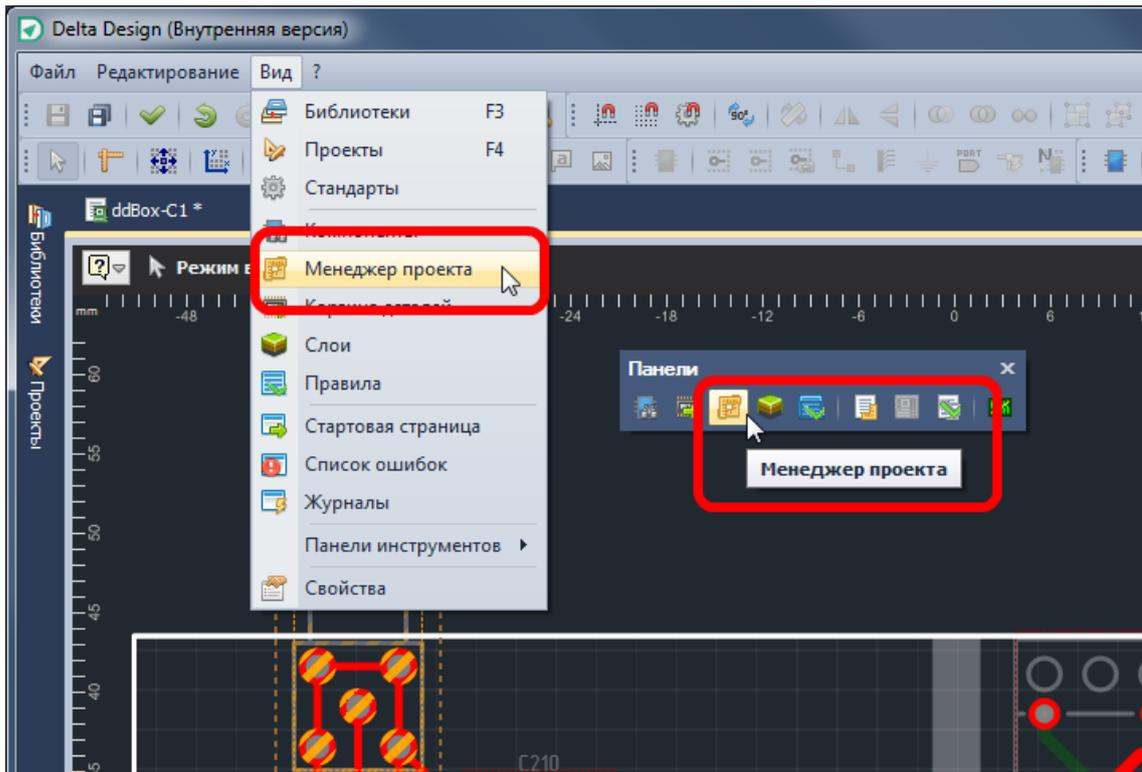

Рис. 98. Вызов панели «менеджер проекта»
1. Воспользоваться пунктом «Менеджер продукта» из группы «Вид» в главного меню, см. Рис. 98.
2. Воспользоваться панелью инструментов «Панели» и вызвать «Менеджер продукта» с помощью кнопки, обозначенной значком , см. Рис. 98.